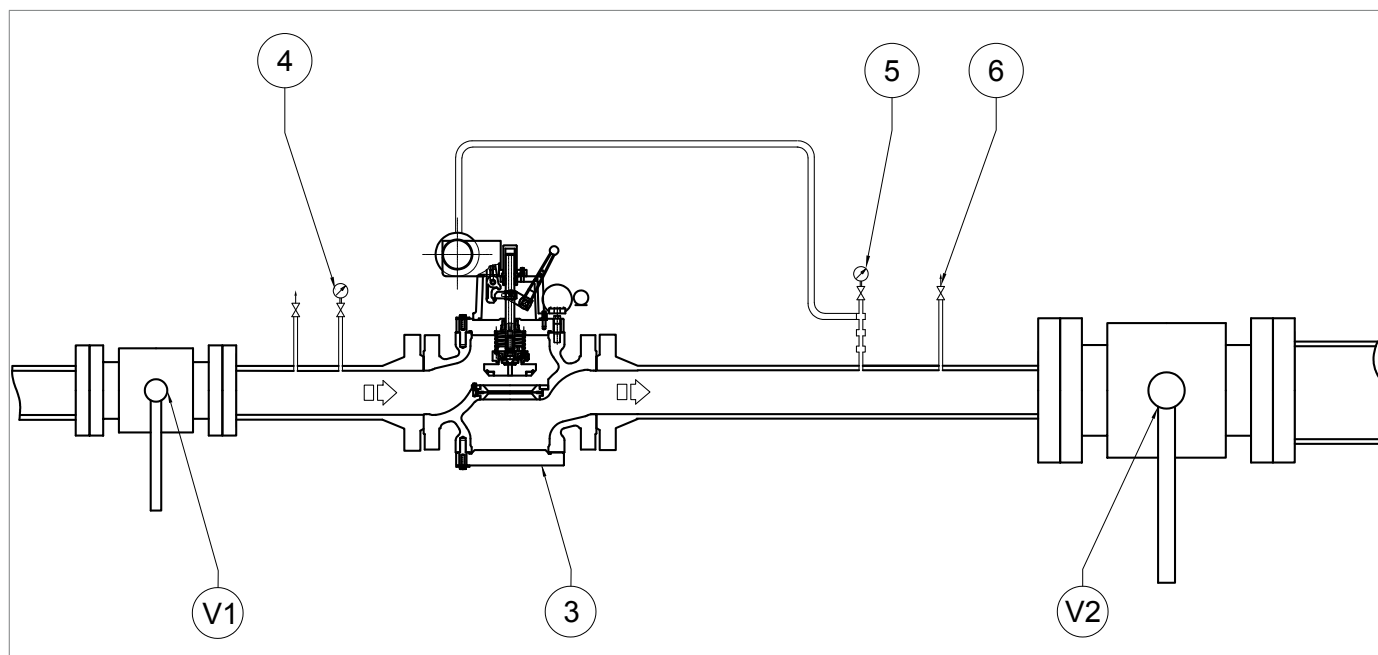

Fig. 8.11. Verifica di tenuta della valvola di blocco SBC 782
1	<p>! AVVISO!</p> <p>Controllare la pressione facendo riferimento al manometro di valle (Fig. 8.11, rif. 5).</p> <p>Se la valvola di blocco:</p> <ul style="list-style-type: none"> <li>interviene prima del valore di pressione previsto: avvitare (senso orario) la ghiera di regolazione (13) così da comprimere maggiormente la molla (11);</li> <li>non interviene al valore di pressione previsto: svitare (senso antiorario) la ghiera di regolazione (13), così da scaricare la molla (11).</li> </ul>
2	<p>Diminuire la pressione nella testata del pressostato utilizzando il rubinetto di scarico (3) della fonte esterna o il rubinetto di scarico (Fig. 8.11, rif. 6)</p>
1	Aprire parzialmente il rubinetto di scarico (Fig. 8.11, rif. 6) e tenerlo aperto per le fasi successive.
2	<div style="border: 1px solid black; padding: 5px; margin-bottom: 5px;">  AVVISO! </div> <p>Controllare la pressione facendo riferimento al manometro di valle (Fig. 8.11, rif. 5).</p> <p>Se la valvola di blocco:</p> <ul style="list-style-type: none"> <li>• interviene prima del valore di pressione previsto: svitare (senso antiorario) la ghiera di regolazione (15) così da scaricare la molla (17);</li> <li>• non interviene al valore di pressione previsto: avvitare (senso orario) la ghiera di regolazione (15), così da comprimere maggiormente la molla (17).</li> </ul>
3	Chiudere il rubinetto di scarico (Fig. 8.11, rif. 6).
1	<p>! AVVISO!</p> <p>Controllare la pressione facendo riferimento al manometro (Fig. 8.11, rif. 5) posto a valle del regolatore principale.</p> <p>Se la valvola di blocco:</p> <ul style="list-style-type: none"> <li>interviene prima del valore di pressione previsto: avvitare (senso orario) la ghiera di regolazione (13) così da comprimere maggiormente la molla (11);</li> <li>non interviene al valore di pressione previsto: svitare (senso antiorario) la ghiera di regolazione (13), così da scaricare la molla (11).</li> </ul>
2	Diminuire la pressione del tratto di valle aprendo lo sfiato (Fig. 8.11, rif. 6) per portarla fino al valore di taratura del regolatore principale.
3	Chiudere il rubinetto di sfiato (Fig. 8.11, rif. 6).